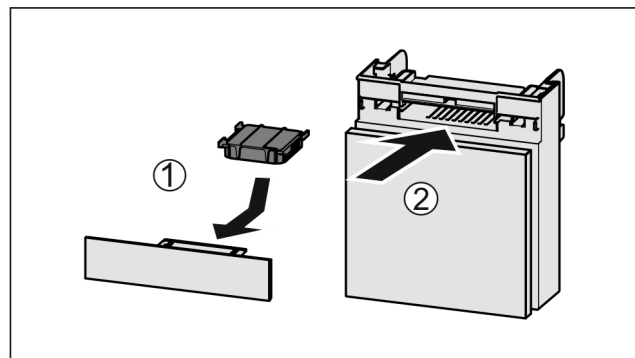

Fig. 108
- ▶ Вставити фільтр з активованого вугілля за малюнком Fig. 108 (1).
- ▶ Вставити відділення Fig. 108 (2).